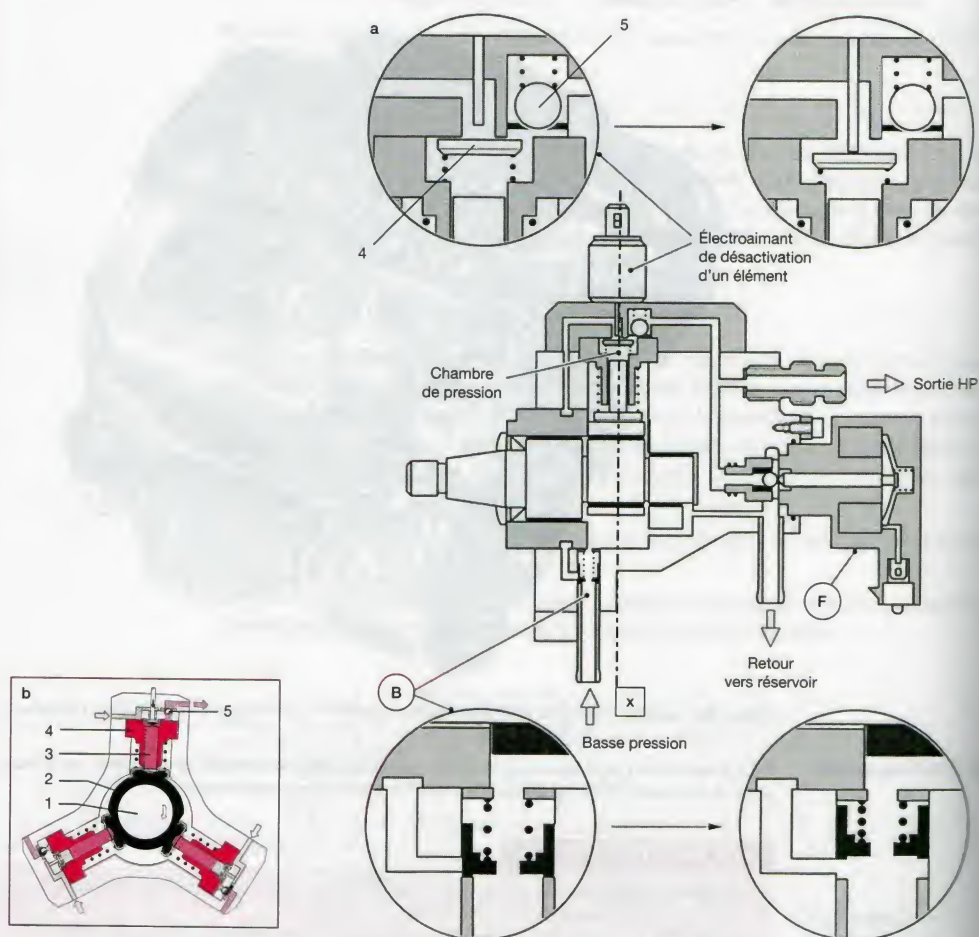

Figure 83.1. a) Vues en coupe d'une pompe haute pression Bosch CP1, avec détails des différents clapets (Doc. PSA).
La pompe HP Bosch (fig. 83.1) est une pompe hydraulique, lubrifiée par le carburant, à trois pistons radiaux, dont un peut être déconnecté par un électro-aimant piloté par le calculateur. Les composants sont les suivants :
- l'arbre d'entraînement (1), entraîné à un peu plus de la demi-vitesse du moteur par le système de distribution (0,47 à 0,66) ;
- la came excentrique (2) ;
- les éléments de pompage (3), permettant l'aspiration et la mise en pression du carburant ;
- les clapets d'admission (4) dont l'un deux est (option) déconnectable (fig. 83.1) ;
- les clapets à billes de refoulement (5) ;
- le clapet d'entrée (B), taré à 0,8 bar, l'orifice gicleur central permet de maintenir la lubrification de la pompe en cas de manque de basse pression (fig. 83.1) ;
La basse pression délivrée par la pompe d'alimentation ouvre le clapet de sécurité (B), taré à 0,8 bar, les pistons radiaux (3) actionnés par la came excentrique (2) aspirent le carburant à travers les clapets d'aspiration (4) dans leur course descendante, et refoulent le carburant en ouvrant les billes clapets de refoulement (5) dans leur course montante (fig. 83.1). Le débit refoulé est envoyé vers le circuit haute pression (rail, et régulateur de pression (F)).